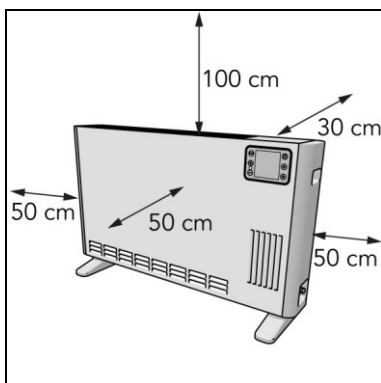

Figura 10
5. Amplasați dispozitivul cu o distanță minimă de degajare a căldurii (Figura 10) de: